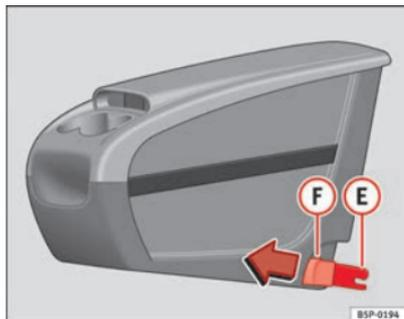
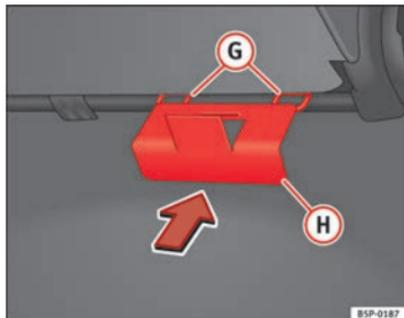

Fig. 112 Porta-objectos móvel. Montagem
Fig. 113 Placa de fixação do porta-objectos móvel
- Coloque a partir do interior do veículo, a placa de fixação **(H)** ⇒ Fig. 113 do porta-objectos móvel, pela parte traseira do banco. Deve estar situada entre o encosto e o banco, na zona do lugar central.
- Coloque frente a frente as duas peças de fixação **(E)** ⇒ Fig. 112, com os dois anéis de fixação **(G)** ⇒ Fig. 113 e pressione com força até que as duas pinças encaixem totalmente nos anéis.
- Puxe cada um dos botões ⇒ Fig. 112 **(F)** das pinças (botões vermelhos) para a frente, até ouvir que desencaixaram.